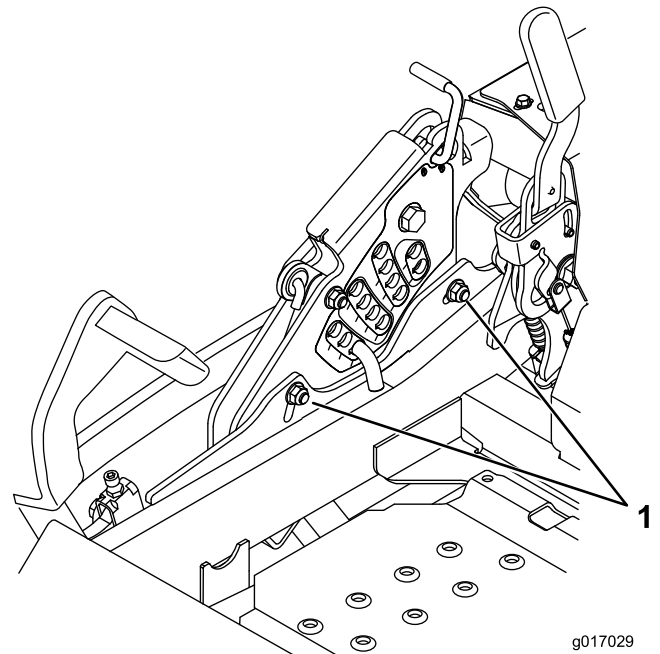

Figura 87
12. Para ajustar el sistema de ajuste de un solo punto, afloje los dos pernos situados cerca del borde inferior de la pletina de altura de corte. Consulte Figura 87.
- Apriete los dos pernos situados cerca del borde inferior de la pletina de altura de corte (Figura 87). Apriete a 37–45 Nm (27–33 pies-libra).